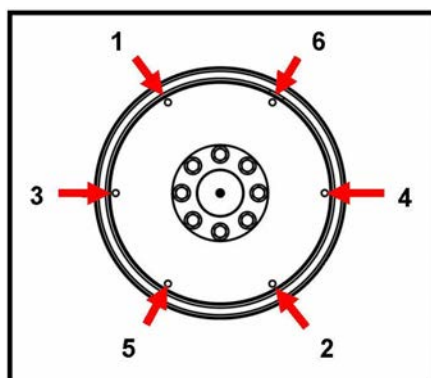

FIGURE 15. SÉQUENCE FIXE
10. Serrer les vis pour fixer le disque d'accouplement au volant dans l'ordre indiqué sous Figure 15 à la page 27.